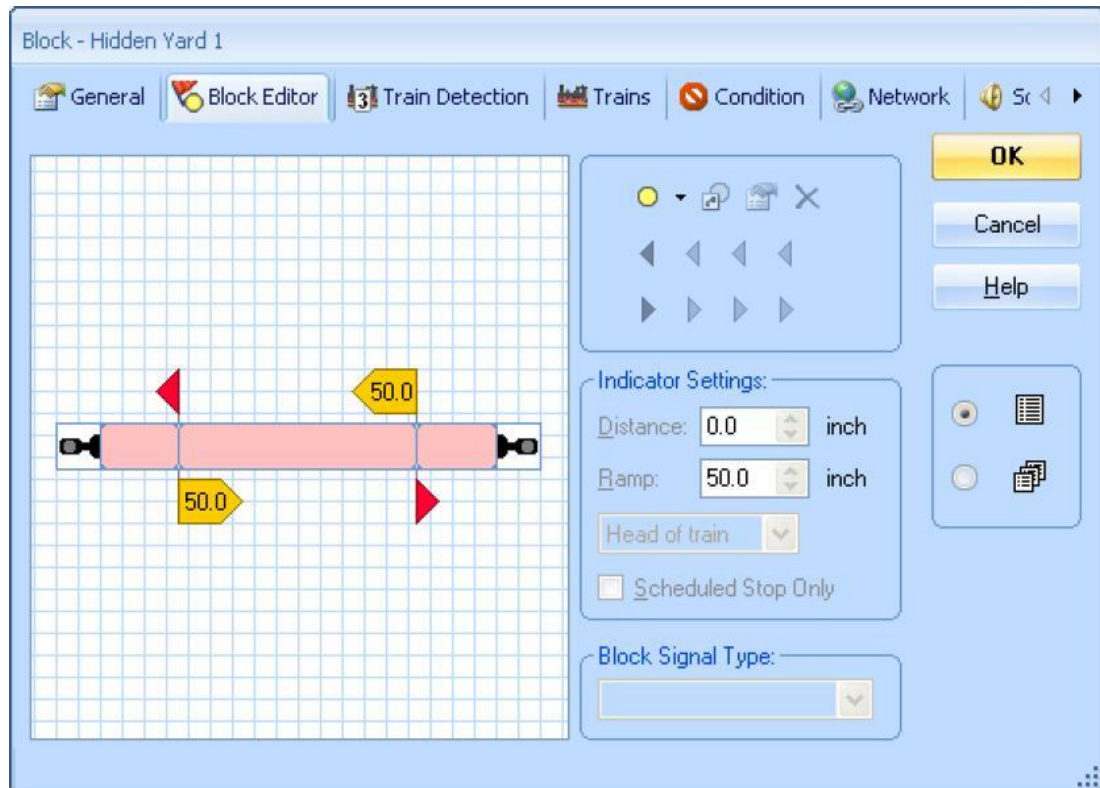
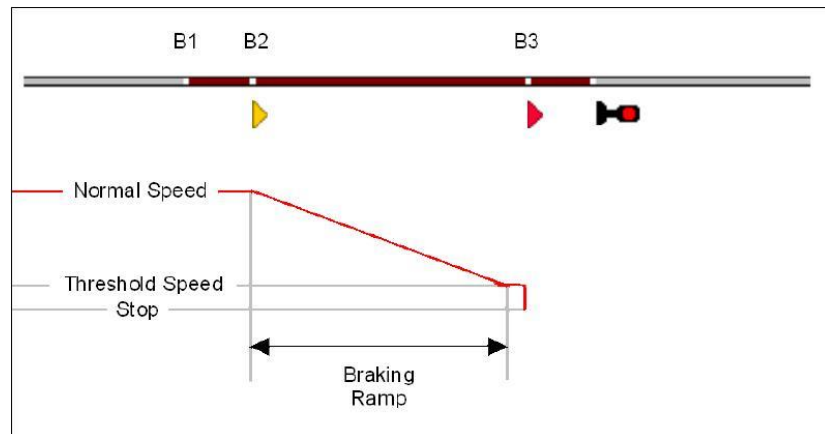

Figure 13: L'Éditeur de Canton
Figure 14: Comment les marqueurs de freinage et d'arrêt fonctionnent– détecteurs d'occupation
En premier pour définir un canton, des symboles d'indicateur de contact qui représentent les détecteurs de voies placés dans ce canton, sont créés et assignés au canton. Ceci est réalisé avec l'éditeur de canton, qui est montré dans la figure 13. Si au moins un des indicateurs contenus dans un canton est activé, alors le canton est considéré comme occupé. Les positions réelles sur votre réseau des détecteurs assignés au canton déterminent aussi l'emplacement du canton sur votre réseau.
- Bien qu'il soit possible d'assigner des symboles d'indicateur à un canton qui est déjà contenu dans d'autres fenêtres, cette option est principalement fournie pour des raisons de compatibilité avec les versions de logiciel précédentes ou pour des buts très spécifiques. Normalement, vous devez créer chaque symbole d'indicateur qui est contenu dans un canton, avec l'éditeur de canton montré dans la figure 13.
La figure 14 montre un canton qui est équipé de trois détecteurs d'occupation. Les entrées gauches des sections de voies avec capteur sont étiquetées B1, B2 et B3.
La figure 13 montre la même situation que la figure 14 configurée avec l'éditeur de canton.